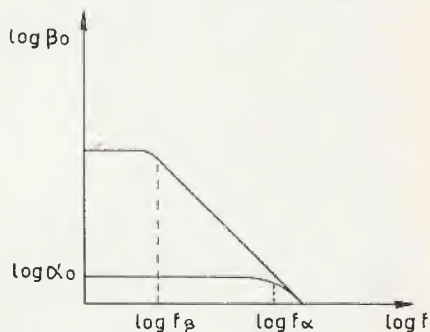

Fig. 1
Si vede dal diagramma riportato in fig. 1 (in cui si è dato a β_0 un valore arbitrario), quale sia l'andamento rispettivo del modulo di β e di α in **decibel** rispetto alla frequenza.
Tenendo però presente che l'andamento delle relazioni (1) e (3) indicato nella fig. 1 non è rispettato in pratica e che perciò il calcolo di f_α dalla relazione (4) ove sia nota f_β da risultati poco realistici, che le misure sui transistori a frequenze dell'ordine di f_α divennero estremamente complicate quando il valore di questa si spostò nella regione tra i 100 MHz e i 1000 MHz, e infine che nonostante tutto a frequenze molto maggiori di f_β è abbastanza vera una relazione del tipo